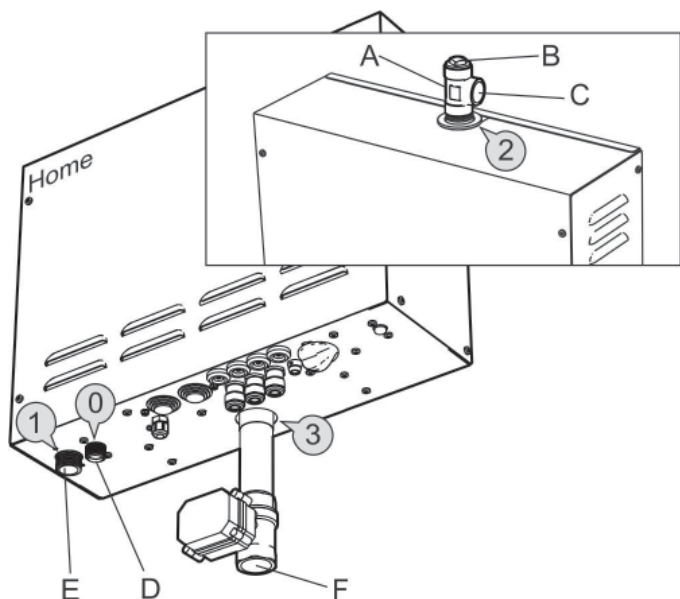

Fig. 6 Ånggenerator typ Home
Anslut **kallt** vatten till koppling 1 (Fig. 6,7) på ånggeneratoren. Tryck för inkommande vatten skall vara mellan min. 0.2 och max 10 bar (min. 20kPa och max 1000kPa). För att undvika ljudsmällor skall vattenanslutningen mellan kopparrör (inv. Ø min 12 mm) och ånggenerator bestå av ca 1 meter böjlig armerad gummislang.
Montera kopplingen, med lockmuttern uppåt, i ångutloppet 2 (Fig. 6,7) på ånggeneratoren. Anslut kopparrör med invändig diameter på minst 18mm, till kopplingens ångutlopp (C). Angröret kan ha fall antingen mot ångbadrummet eller mot ånggeneratoren. Alternativt kan angröret monteras med fall både mot ångbadrummet och mot ånggeneratoren.
Anslut avloppsröret ett kopparrör av god kvalitet med minsta innerdiameter Ø25mm till anslutning F (3)(Fig. 6 och 7) på ånggeneratorn. Avloppsröret leds till närmaste avlopp utanför ångbadrummet. Temperaturen på vattnet vid tömning är ca 80-85°C.
Ett avloppsrör anslutet till säkerhetsventil D (0)(Fig. 6 och 7) skall installeras i en kontinuerlig nedåtgående riktning och i en frostfri miljö.